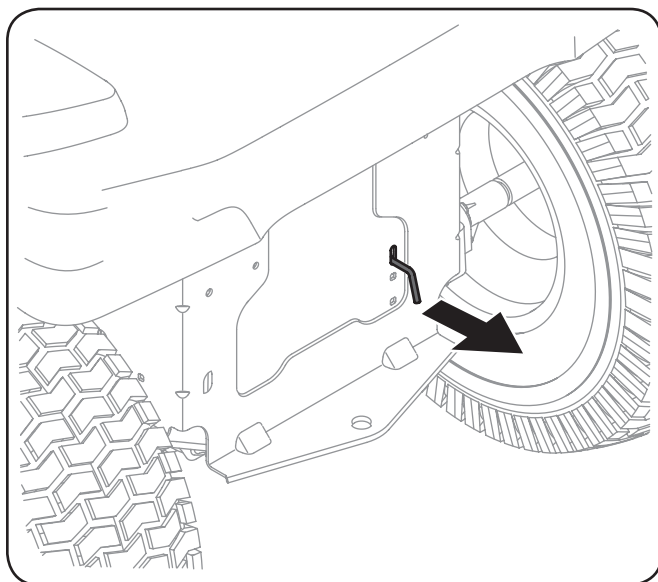

Figura 3-1
1. Acople las varillas de derivación de la transmisión para mover el tractor manualmente sin ponerlo en marcha. Las varillas de derivación de la transmisión están ubicadas en la parte trasera del tractor, sobre el chasis. Acople la varilla de derivación tirando hacia afuera. Consulte Figura 3-1.
2. Después de mover el tractor, desacople la varilla de derivación empujando la varilla hacia adentro. Consulte Figura 3-1.